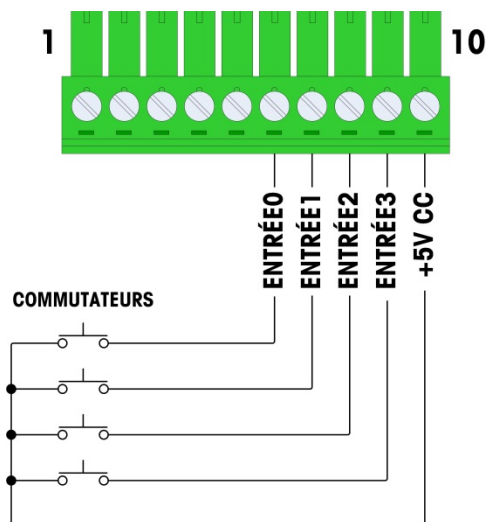

Figure 2-85 : Exemple d’une entrée active depuis les commutateurs
Les sélections des entrées comme actives permet la connexion des commutateurs ou autres appareils simples pour déclencher une entrée. Aucune tension n'est fournie par l'appareil simple externe. Un exemple de câblage aux entrées actives est illustré sur la Figure 2-85. La broche 10, la connexion +5VCC, peut prendre en charge un courant de 200 mA maximum.
- Le +5 V CC présenté à la Figure 2-85 se réfère à une masse interne de la carte des E/S discrètes. La mesure réalisée entre la broche 10 et la masse du châssis de l'IND780 n'affichera pas la valeur de +5 V CC. La sortie +5 V CC est utilisée en interne et n'a aucune fonction hormis pour les entrées numériques comme indiqué à la Figure 2-85.